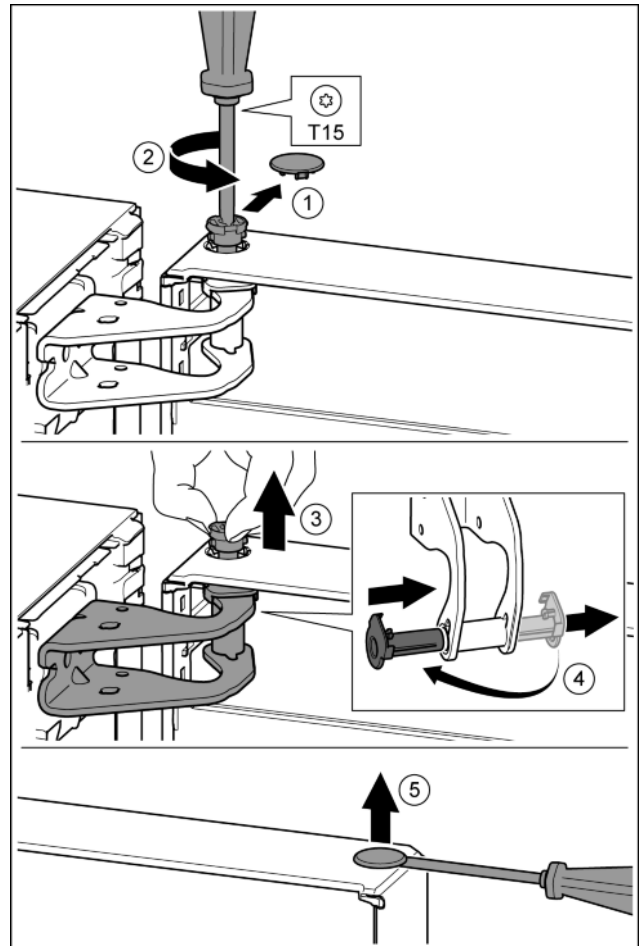

Fig. 11
- Óvatosan húzza le a biztonsági fedelet. Fig. 11 (1)
- A csapot a T15 csavarhúzóval kicsit tekerje ki. Fig. 11 (2)
- Tartsa meg az ajtót, és a csapszeget az ujjaival húzza ki. Fig. 11 (3)
- Húzza ki a csapágyperselyt a vezetősínből. A másik oldalra helyezze és pattintsa be. Fig. 11 (4)
- A dugót egy hornyoltfejú csavarhúzóval óvatosan emelje ki az ajtó csapágyperselyből, és húzza ki. Fig. 11 (5)